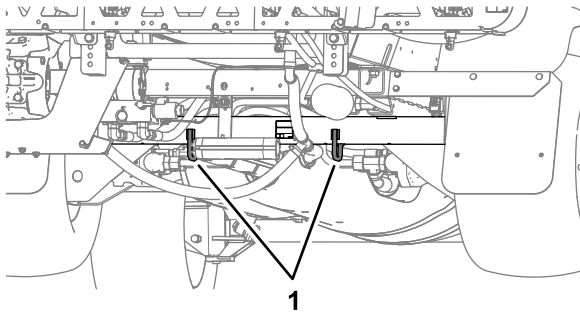

Figure 91
- Amarre la máquina firmemente al vehículo de transporte; la Figure 90 y la Figure 91 ilustran los puntos de amarre de la máquina.